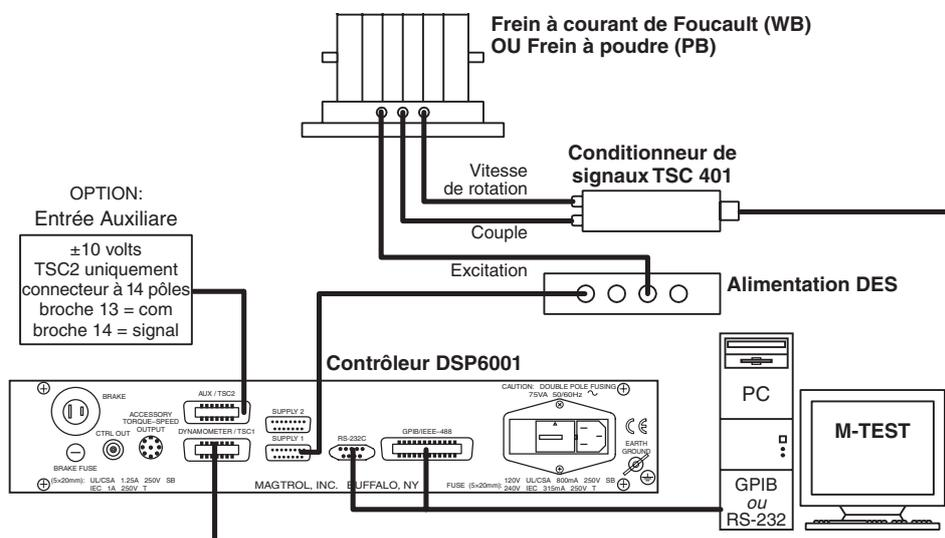

Figure 3–23 Configuration avec frein à courant de Foucault ou à poudre et appareil auxiliaire
10. Appuyer sur SHIFT pour quitter le menu de configuration et retourner au menu principal (voir la figure 3–13).